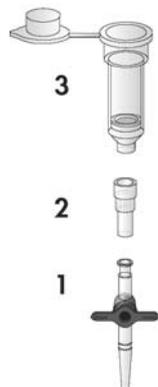

Figura 3 Montagem dos componentes do QIAamp DSP DNA Blood Mini Kit para o processamento de amostras com vácuo.
Verificar se a coluna para centrifugação do QIAamp Mini, o Vácuo Conector (VC) e a Válvula de Vácuo estão correctamente montados (consultar a figura 3).